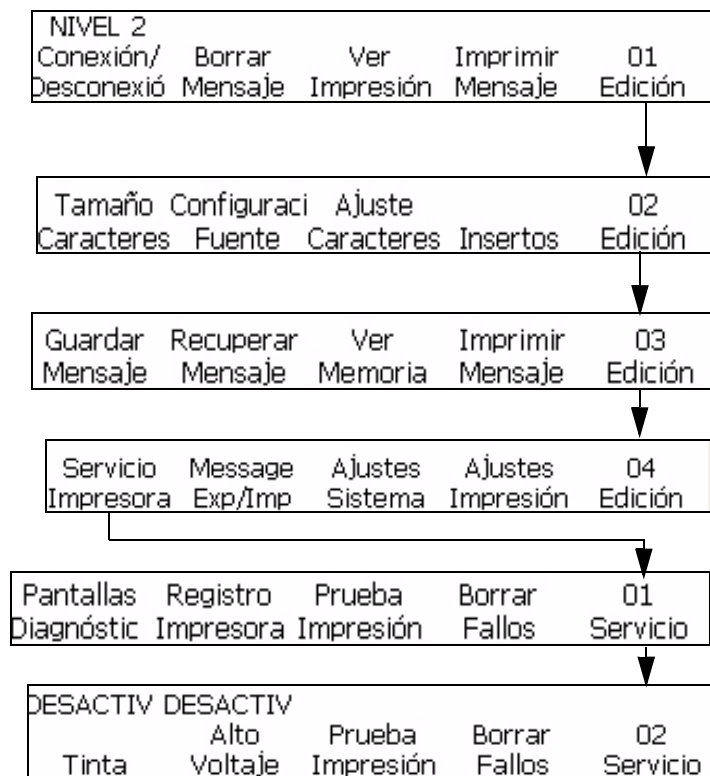

Figura 4-2: Marco <02 Servicio>
- 1 Desplácese al marco <02 Servicio>. Consulte la Figura 4-2 en la página 4-4.